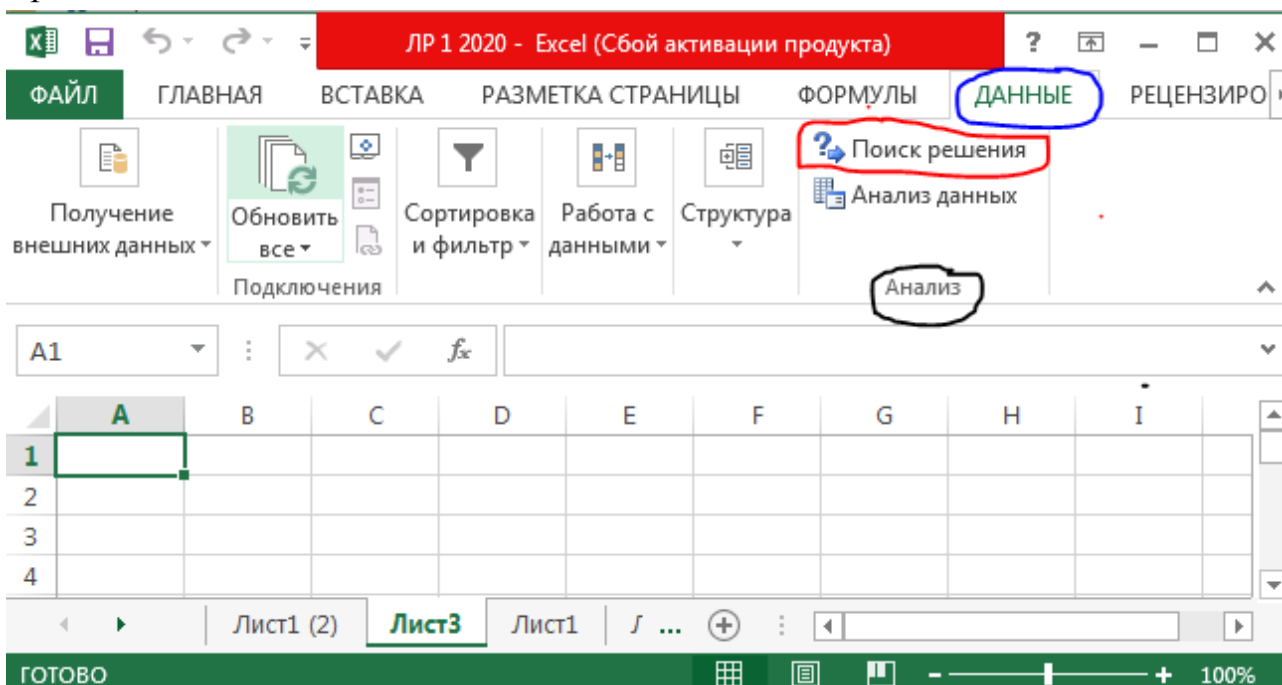

Рис. 9
4.2. Запуск інструменту Поиск решения здійснюється шляхом вибору команди *Поиск решения* з меню *ДАННЫЕ* (обведено синім) (вкладка «Анализ») – рис.9.